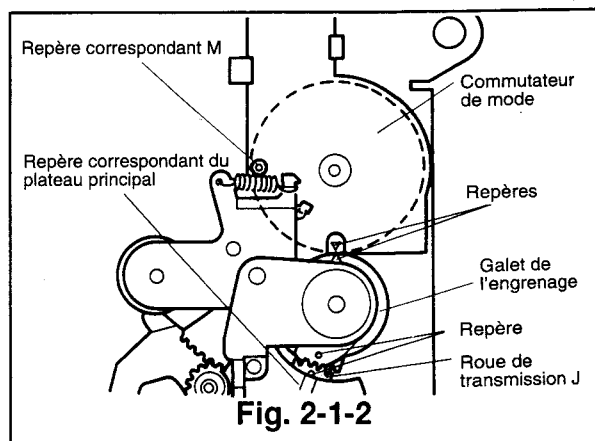

Fig. 2-1-2
- 1) S'assurer que les trous (marque correspondante M) sur le boîtier et la roue dentée du commutateur de mode soient bien alignés l'un avec l'autre, comme illustré dans la Fig. 2-1-2. En même temps, vérifier que le trou de l'engrenage soit aligné avec les marques correspondantes sur la roue de transmission J et avec la marque (∇) de la roue dentée du commutateur de mode, en se référant à la Fig. 2-19-5. Ceci indique que la platine J est en mode EJECTION.